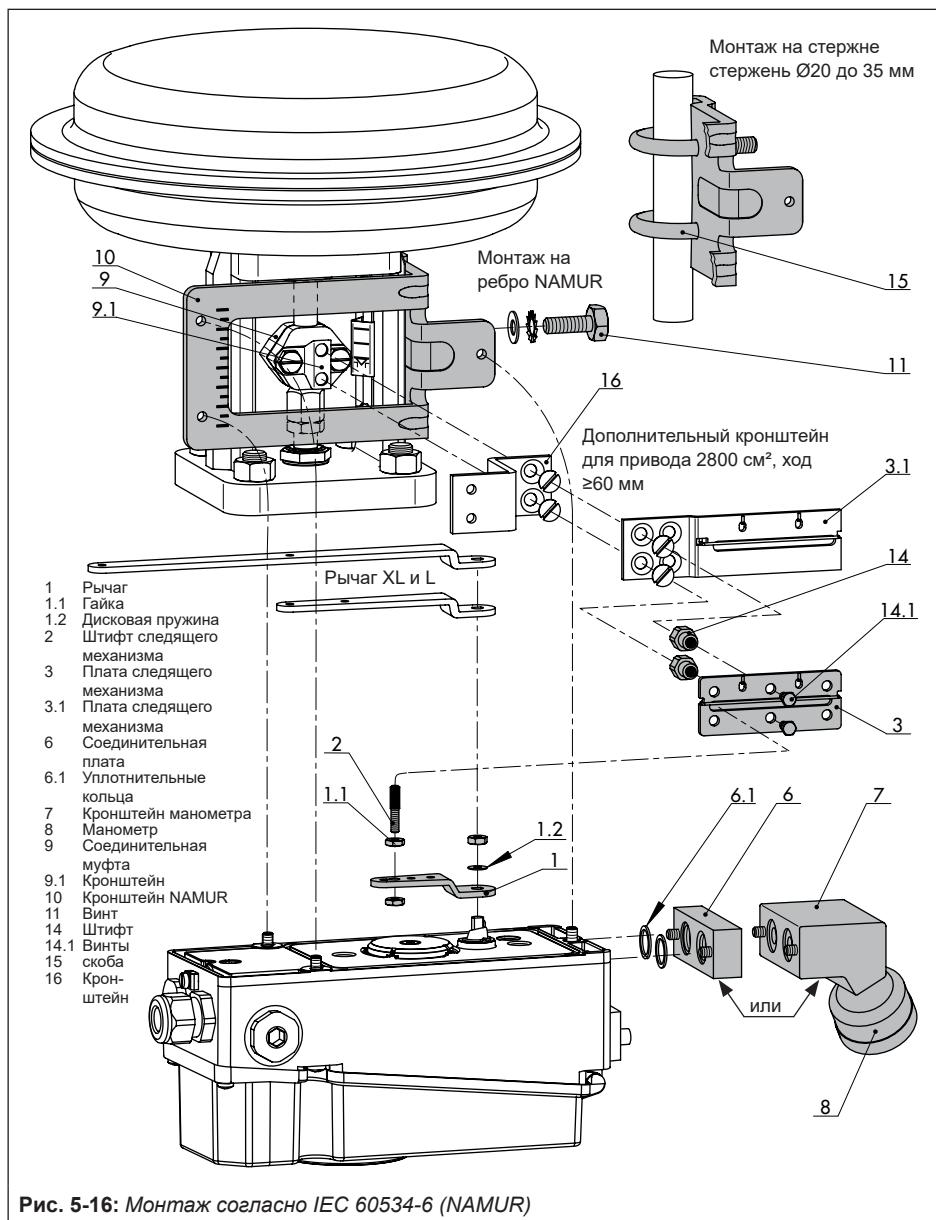

Рис. 5-16: Монтаж согласно IEC 60534-6 (NAMUR)
- См. Рис. 5-16
- 1. Оба болта (14) зафиксируйте на кронштейне (9.1) соединительной муфты (9), установите плату следящего механизма (3) и затяните штифтами (14.1).
- 2. Монтаж кронштейна NAMUR (10) :
- Установите соединительную плату (6) или кронштейн манометра (7) с манометрами (8) на позионере, следя за правильностью положения уплотнительных колец (6.1).
- Выберите требуемый рычаг (1) **M**, **L** или **XL**, а также положение штифта, соответствующие размеру привода и ходу клапана (см. гл. 5.2.1).
- 3. Установите позионер на кронштейн NAMUR таким образом, чтобы следящий штифт (2) вошёл в шлиц платы следящего механизма (3, 3.1). Отрегулируйте рычаг (1) соответствующим образом.